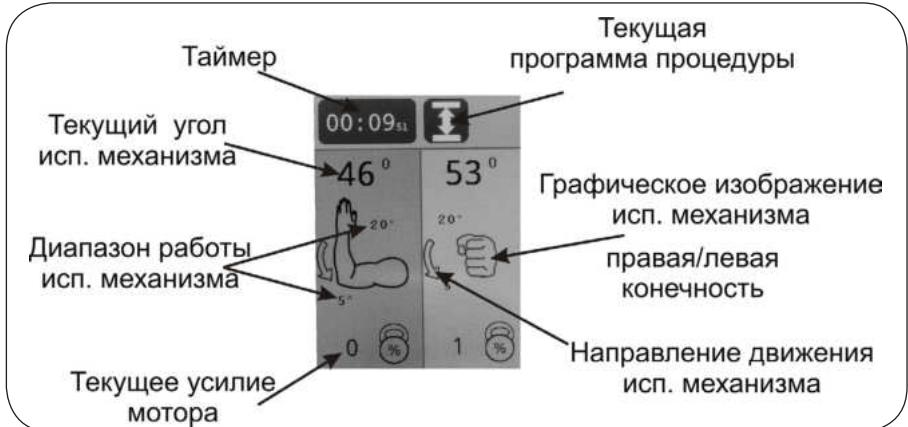

Рисунок 5.3 – Дисплей режима выполнения процедуры
5.1. Дисплей режима выполнения процедуры (см. рис. 5.3).
- В зоне А: заданный пользователем диапазон работы, текущее положение (угол) в градусах (аналогично рис. 5.3) для ~~механизма~~ ~~мотора~~ А, а также меню его установок.
- В зоне В: заданный пользователем диапазон работы, правая (левая) конечность, текущее положение (угол) в градусах (аналогично рис. 5.3) для ~~механизма~~ ~~мотора~~ В, а также меню его установок.